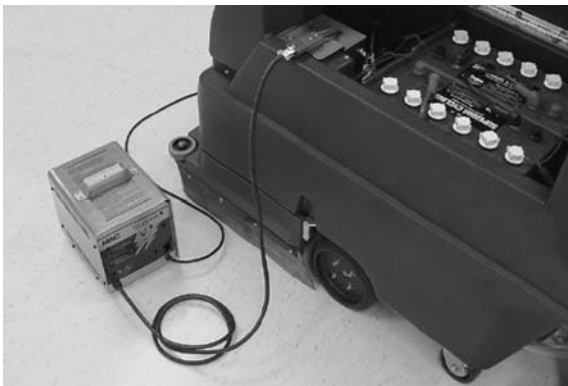

FIG. 30
4. Branchez le cordon de courant continu du chargeur sur la prise de batterie située à l'arrière de la machine (Figure 30).